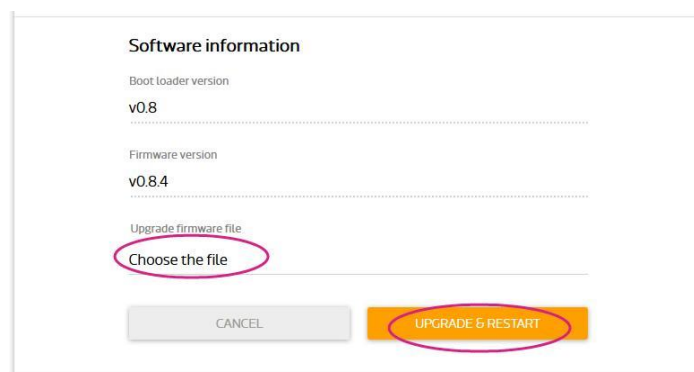

图 25 选择固件文件
- 3) 点击 **Choose the file** 并选择 lks7688.img 文件。然后点击 **UPGRADE & RESTART**，如图 25 所示。